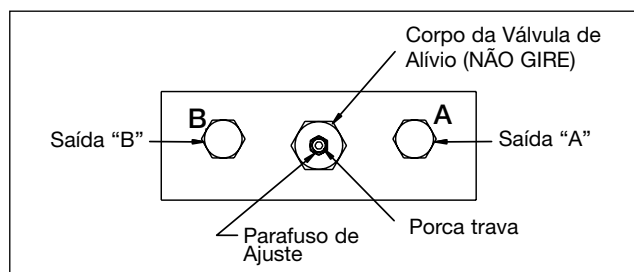

Figura 9
2. Instale um manômetro de 0-400 bar [0-6.000 psi] na saída “A”. (ver figura 9). Instale um bujão no tubo de 3/8" na saída “B” e aplique torque de 33Nm [25 pés-lbs].